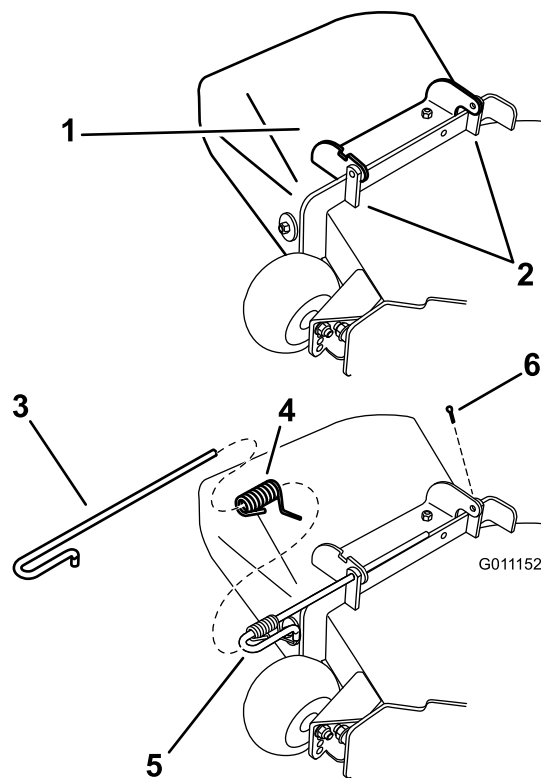

Figura 70
1. Togliete la coppiglia dall'asta (Figura 70).
2. Sganciate la molla dalla tacca presente sulla staffa del deflettore e fate scorrere l'asta per estrarla dalle staffe saldate del piatto di taglio, dalla molla e dal deflettore di scarico (Figura 70). Togliete il deflettore di scarico se è danneggiato o consumato.
3. Posizionate il nuovo gruppo deflettore di scarico con le estremità delle staffe collocate tra le staffe saldate al piatto come illustrato nella Figura 70.